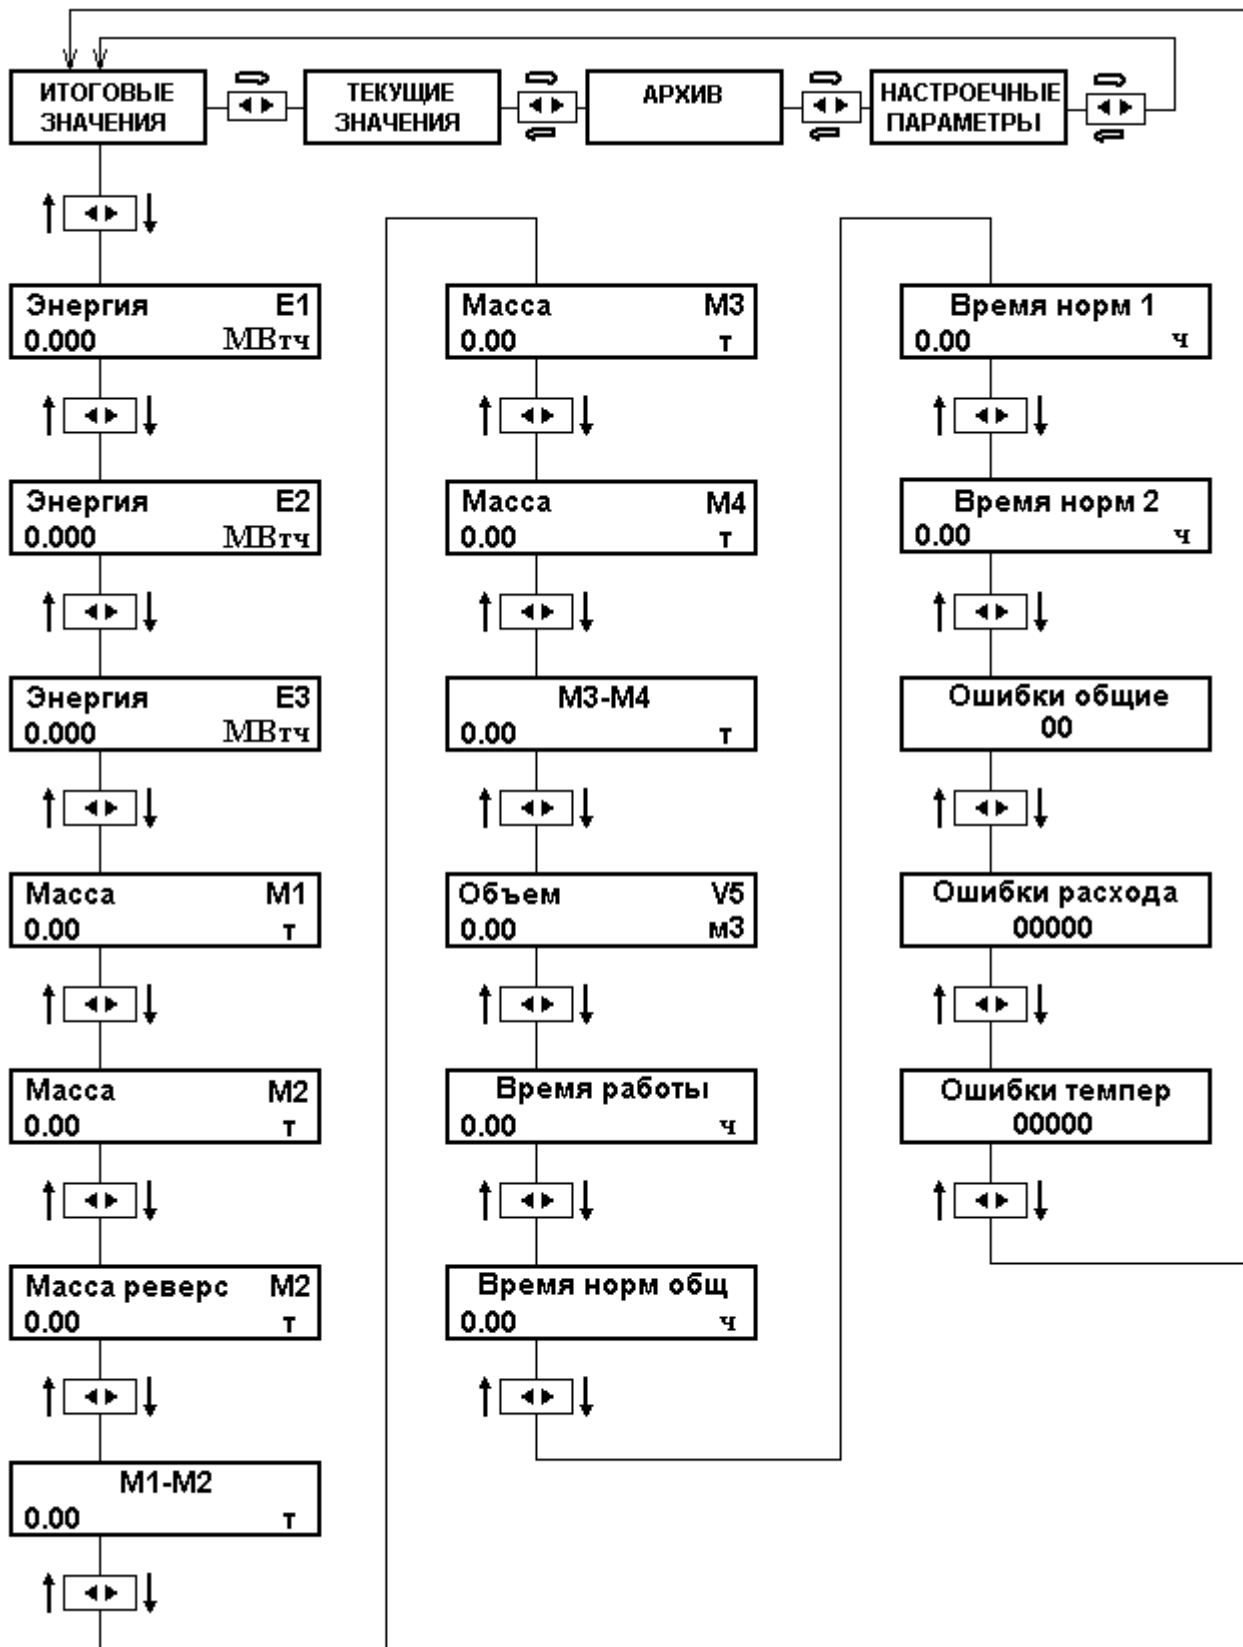

Рис. 3 Схема просмотра итоговых значений
8.2.1 Для просмотра итоговых значений необходимо находясь в верхнем уровне меню длительным нажатием на кнопку ▶ или ◀ выбрать меню “ИТОГОВЫЕ ЗНАЧЕНИЯ”. Просмотр осуществляется кратковременными нажатиями кнопок ◀ и ▶ (рис.3). В этом уровне можно просмотреть накопленные значения измеряемых и вычисляемых параметров: E1+E2, E1, E2, E3, V1(M1), V2(M2), реверс V2(M2), V1-V2(M1-M2), V3(M3), V4(M4), V3-V4(M3-M4), V5, время работы и ошибки работы теплосчетчика.